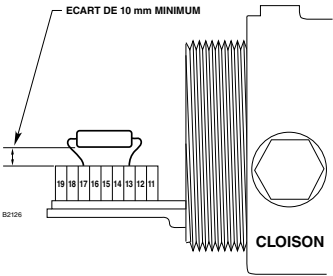

Figure 6—Installation de la Résistance de Fin de Ligne
- 3. Courber les pattes et installer la résistance comme illustré en Figure 6.